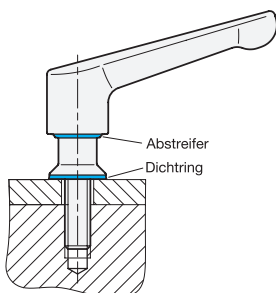

Abb. 2
- Defekte Dichtringe müssen ausgetauscht werden (Abb.2). Verwenden Sie nur die speziellen Dichtringe in entsprechender Größe (GN 7600).
Der Abstreifer (Abb. 2) kann nicht ausgetauscht werden. Deshalb ist der Klemmhebel bei auftretenden Beschädigungen, Rissen oder Versprödungen des Abstreifers auszutauschen.